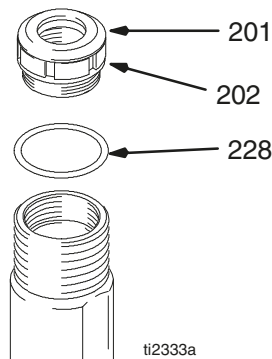

Fig. 13
Fig. 13. Montera tätningen (201) in i tätningmuttern (202). Montera distansen för halsjustering (228) på tätningmuttern. Montera tätningmuttern löst i cylindern.